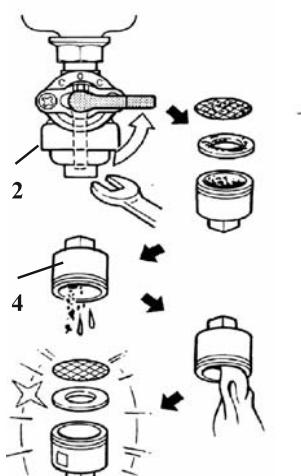
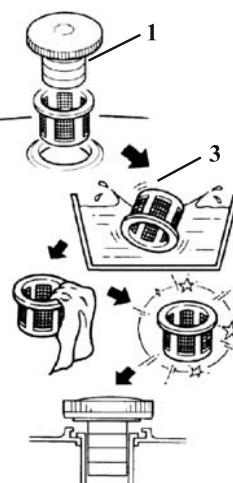

рис. 4
рис. 5
6.4.1 Снимите крышку топливного бака 1 (рис. 5) и колпачок крана подачи топлива 2 (рис. 4), стараясь не повредить уплотнения. Слейте остатки топлива во вспомогательную ёмкость.
6.4.2 Удалите загрязнения с фильтров 3 и 4 (рис. 4, 5) промыванием в лёгком растворите-
6.5.2 Удалите или полностью выработайте имеющуюся в баке топливную смесь. Слив производите, сняв колпачок 2 (рис. 4) крана подачи топлива.